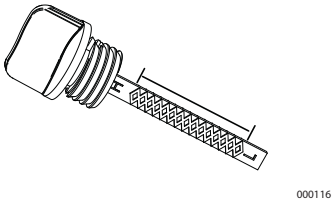

Figure 4-3. Plage de fonctionnement sécuritaire
4. Vissez le bouchon-jaugeur dans le goulot de remplissage. Vérifiez que le niveau d'huile se situe dans la plage de fonctionnement sécuritaire. Voir la **Figure 4-3**.